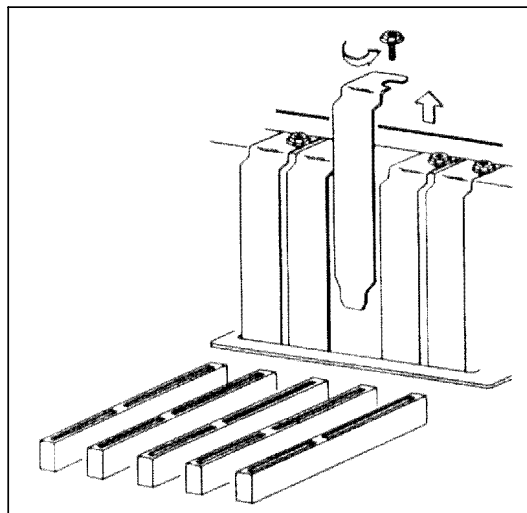

Figure 1
- ◆ Retirez la plaque de protection de l'un des emplacements libres du BUS PCI (Voir figure 1) .